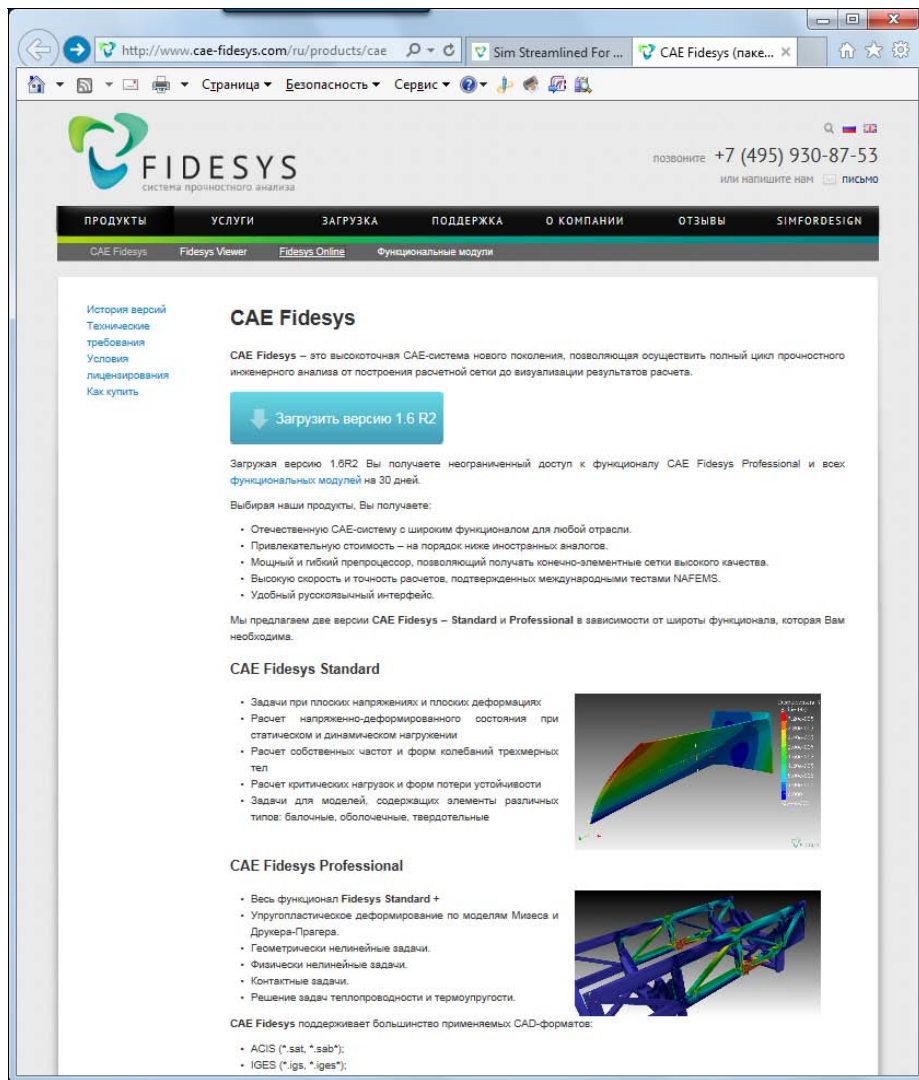

Рис. 11.44. Сайт CAE Fidesys
- ◆ **Загрузить CAE Fidesys** — выполняет переход на веб-страницу CAE Fidesys: <http://www.cae-fidesys.com/ru/products/cae> (рис. 11.44).
На сайте <http://www.cae-fidesys.com/ru/products/cae> (см. рис. 11.44) предоставляется возможность бесплатно скачать (после регистрации) и установить версию 1.6 R2 программы FidesysBundle, необходимую для работы в CAE Fidesys. Тriaльный (ознакомительный) период программы составляет 30 дней.